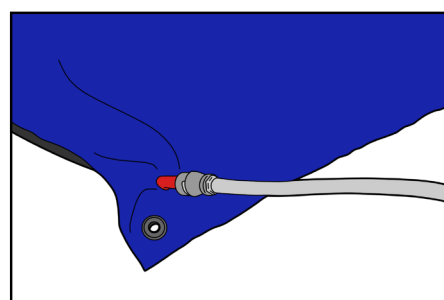

Fig. 8
2. Umpleți perna cu suficient aer astfel încât pliurile și cutele să fie îndreptate. Înainte ca pacientul să fie poziționat, pre-modelați perna pentru a vă asigura că umplerea va avea loc acolo unde trebuie. Un nivel de vid rigid, dar care totuși permite modelarea, este necesar pentru a asigura poziționarea adecvată a pacientului. Puteți să testați rigiditatea pernei apăsând-o cu 2 degete (fig. 8).